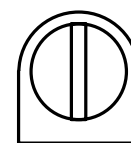

Fig. 3
*La moulure de l'accouplement du robinet doit être exactement parallèle aux arrêtes latérales du Dosimat, voir Fig. 3.*